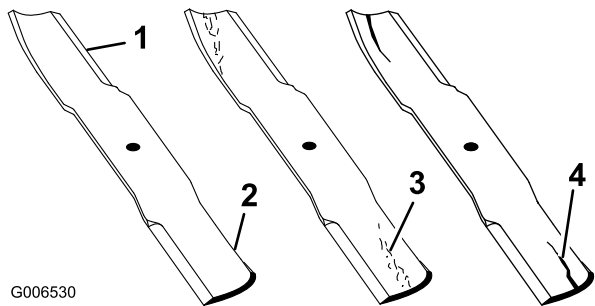

Figure 92
1. Examinez le tranchant des lames (Figure 92). Si les lames coupent mal ou présentent des indentations, déposez-les et aiguissez-les; voir Aiguisage des lames.
- Inspectez les lames, surtout la partie relevée (Figure 92). Remplacez immédiatement toute lame endommagée, usée ou qui présente une entaille (Figure 92).